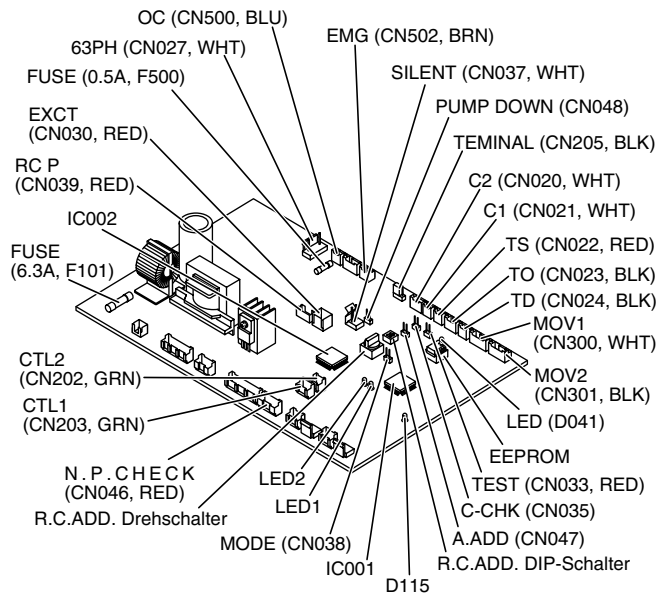

Abb. 10-10
- \* Wenn irrtümlicherweise eine Spannung von 220 – 240 V angelegt wird, brennt die Innen- oder Außeneinheit-Steuerleiterplattensicherung (0,5 A sowohl bei Innen- als auch bei Außeneinheiten) durch, um die Leiterplatte zu schützen. Nachdem die korrekten Anschlüsse vorgenommen wurden, die mit der Leiterplatte verbundenen 2-poligen Stecker (Inneneinheit: blau) (Außeneinheit: blau, Serie 1) abziehen und durch die anderen 2-poligen Stecker (Inneneinheit: braun) (Außeneinheit: braun, Serie 2) ersetzen. Wenn auch nach dem Anschließen der braunen Stecker kein Betrieb möglich ist, kann versucht werden, den Varistor (schwarz, an der Innen- und Außeneinheit) abzutrennen. (Vor der Ausführung dieser Arbeiten unbedingt die Stromversorgung ausschalten.) (Abb. 10-10)